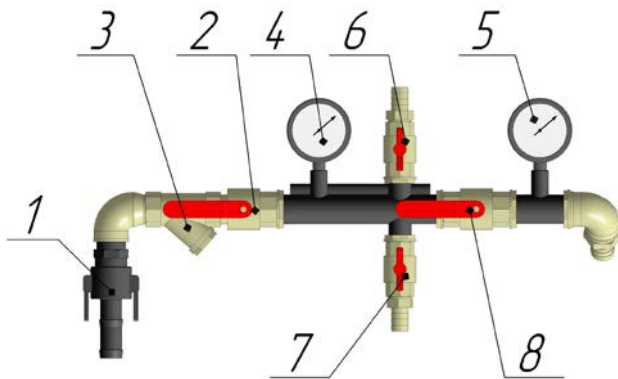

Рисунок 4. Коллектор
1.1.4.9 Коллектор (рис.4) концентратора предназначен для обеспечения регулируемой подачи промывочной воды в конус ротора и сполоска накопленного концентрата. Разрыхляющая вода подается от стационарной водопроводной сети (**ЕСЛИ НЕТ СКАЧКОВ ДАВЛЕНИЯ БОЛЕЕ 0,05 кг/см²**), либо от насоса в трубопровод коллектора, через быстроразъёмное соединения типа Cam-lock (1). На трубопроводе установлены:
- Запорный шаровый кран (2);
- фильтр (3);
- манометры, предназначенные для контроля давления на входе коллектора (4), после фильтра (3), а также для контроля рабочего давления в роторе концентратора (5);
- кран оросителя (6) и вспомогательный (7);
- регулировочный кран давления воды в роторе (8);